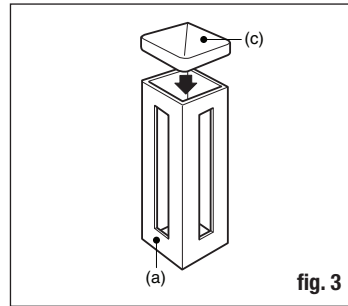

fig. 3
- Apply an exterior adhesive to the underside of the post cap and place firmly on each post (fig. 3).
- Aplica un adhesivo exterior a la parte inferior de cada tope de poste y colócalo firmemente sobre cada poste (fig. 3).